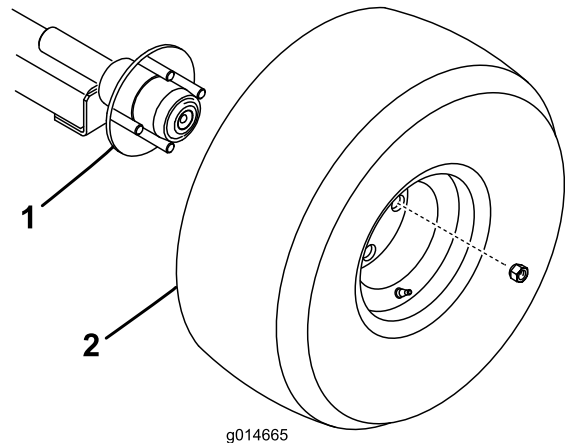

Figura 4
1. Monte un conjunto de rueda en cada cubo del eje con 4 tuercas (Figura 4).